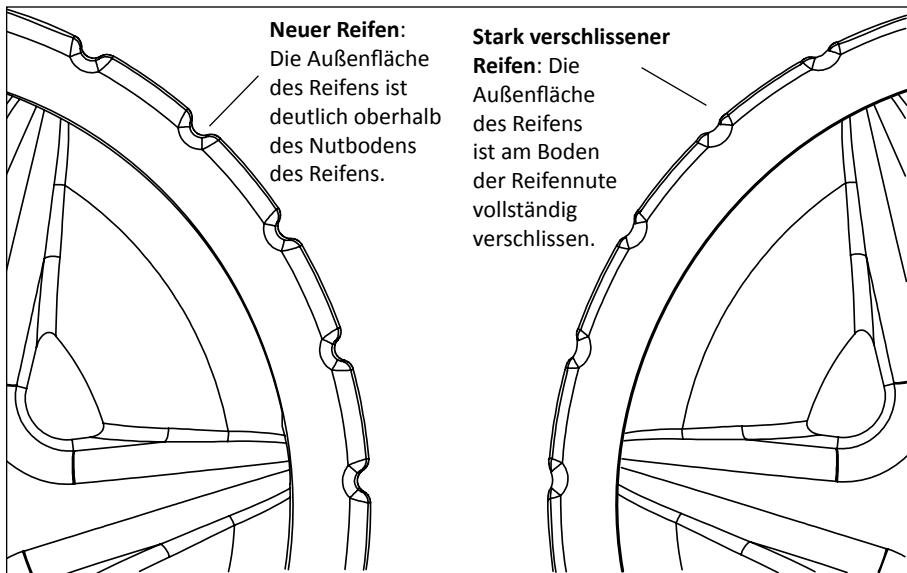

Abbildung 18: Reifenverschleiß - Vergleich
- Die Reifen sind nicht stark verschlissen. Siehe **Abbildung 18** auf der nächsten Seite.
Nach längerer Verwendung müssen die Gummiräder des selbstansaugenden BLUEREBEL™-Poolreinigers möglicherweise ausgetauscht werden. Wenn die Reifen bis auf die Nute abgerieben sind, müssen die Reifen ausgetauscht werden. Siehe **Abbildung 18**.